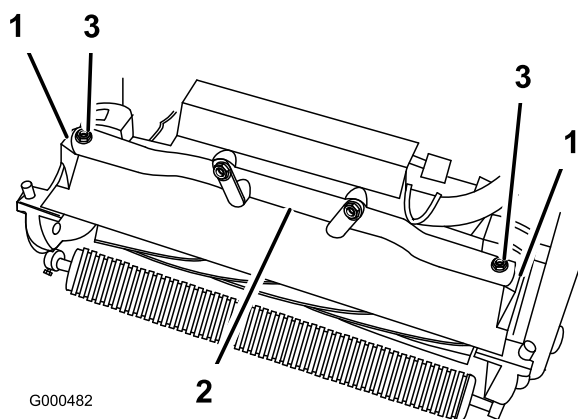

図 47
4. カッティングユニットのピボット・アームを走行ユニットのフレーム・チューブに固定しているボルト（2本）を取り外す（図 47）。
5. ピボット・アームを前に倒し（図 47）、走行ユニットをキック・スタンドに立てかける。